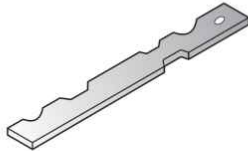

fig. 3
- a) nos comandos de válvulas: alinhar os rasgos existentes na parte posterior dos comandos de válvulas e aplicar a ferramenta de sincronismo 303-376B (fig. 3 e 4).
- Posicionar o motor com o pistão do 1º cilindro em PMS, alinhar os rasgos existentes na parte posterior dos comando de válvulas e aplicar a ferramenta específica de sincronismo 303-376B (figs. 3 e 4).